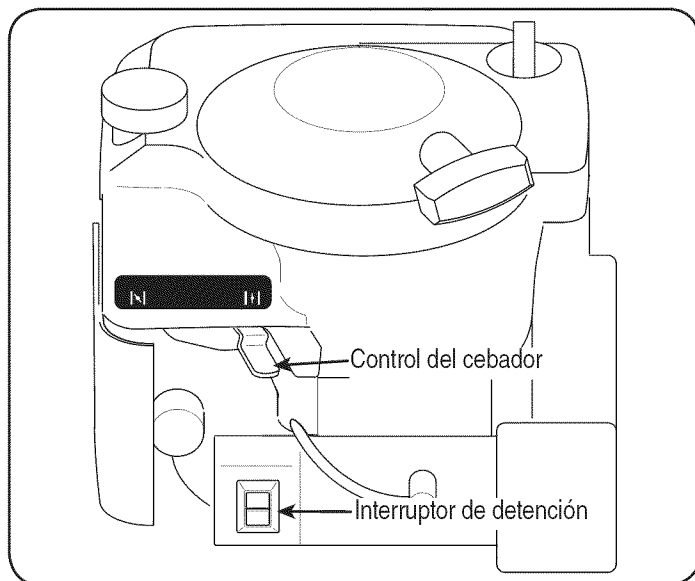

Figura 9
3. Empuje el interruptor de detención a la posición Encendido. Vea la Figura 9.
4. Mueva la palanca del cebador a la posición CHOKE . (Si el motor está tibio puede no ser necesario cebarlo). Vea la Figura 9.
1. Empuje el interruptor de detención a la posición Apagado. Vea la Figura 9.